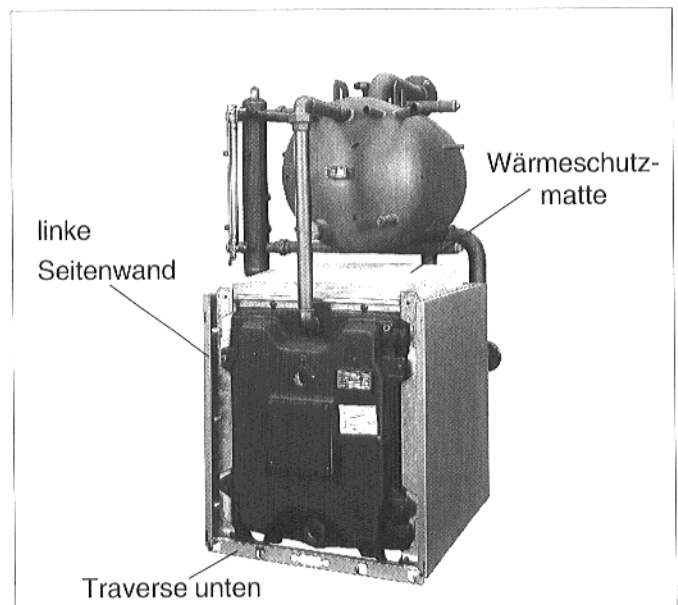

Abb. 28
- **Linke - Seitenwand** wie die rechte Seitenwand montieren (Abb. 28).
- **Untere Traverse** von vorne links und rechts an den Abkantungen der Seitenwände anschrauben (Blechschauben; Abb. 28).
- **Wärmeschutzmatte** auf den Kesselblock auflegen (Abb.28).